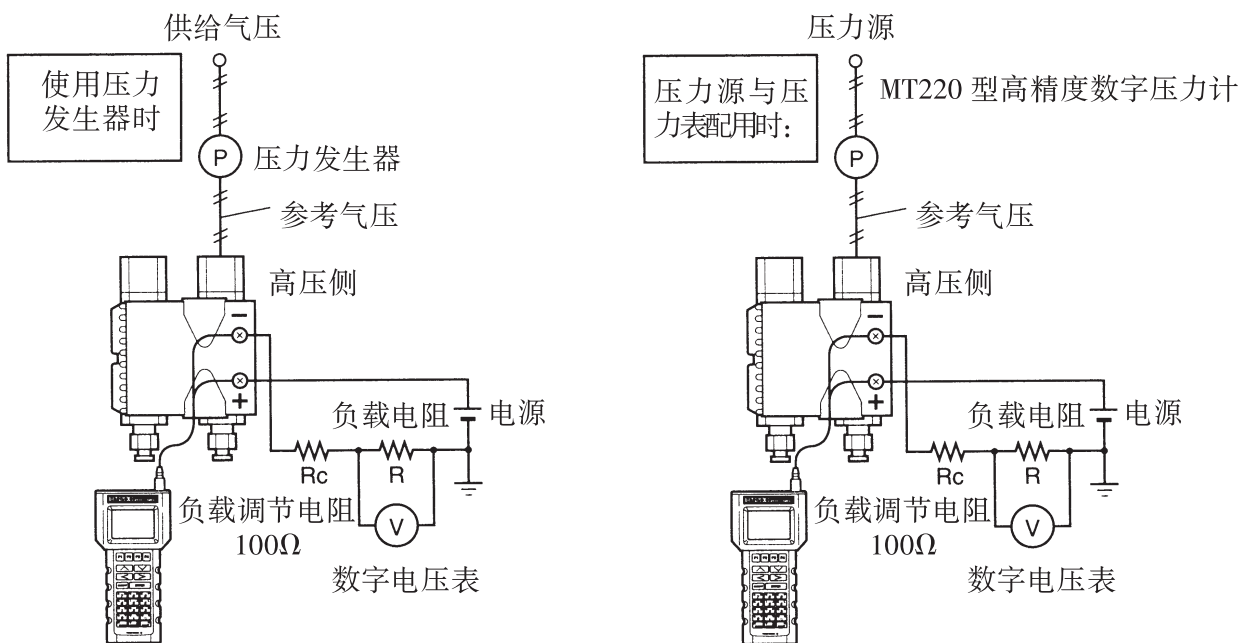

图 9.3.1 仪表连接
1) 按图 9.3.1 所示，连接好仪表、并通电预热至少五分钟。